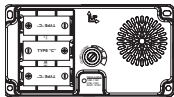

Figura 3
3. **Instale 3 baterías alcalinas "C" (no se incluyen) en la base de la campanilla.** Asegúrese de que las baterías estén instaladas según el diagrama del interior de la campanilla (vea la Figura 3).